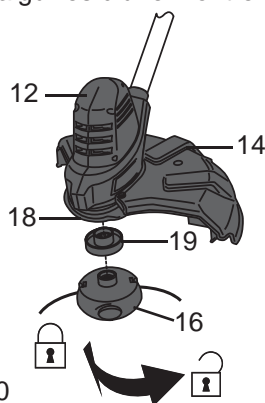

Fig.10
- > Vissez la tête du coupe-herbe [16] sur la broche [18] dans le sens inverse des aiguilles d'une montre (Fig.10).